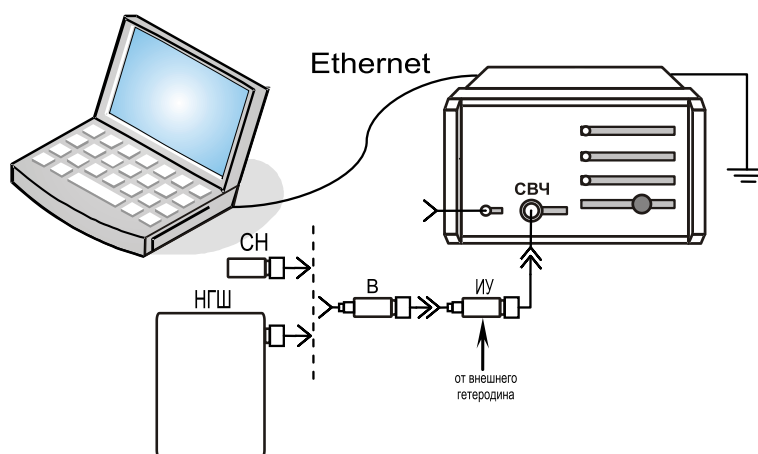

Рисунок 4.7 – Схема измерений КШ методом двух отчетов
**Шаг 3.** Собрать измерительную схему (см. рисунок 4.7):